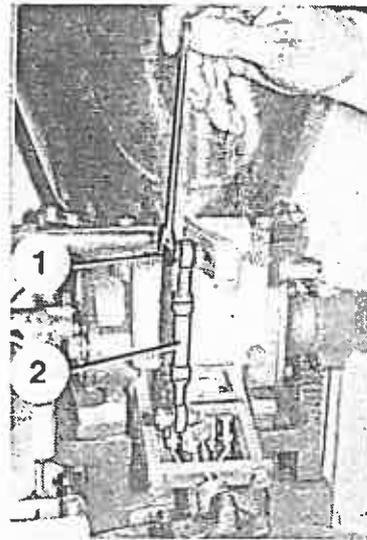

Bild 111
4. Sechskantmuttern (Bild 111/1) abschrauben, Distanzscheibe und Betätigungsstange (Bild 111/2) des Schneidebügels abziehen und Sechskantmutter wieder aufschrauben.